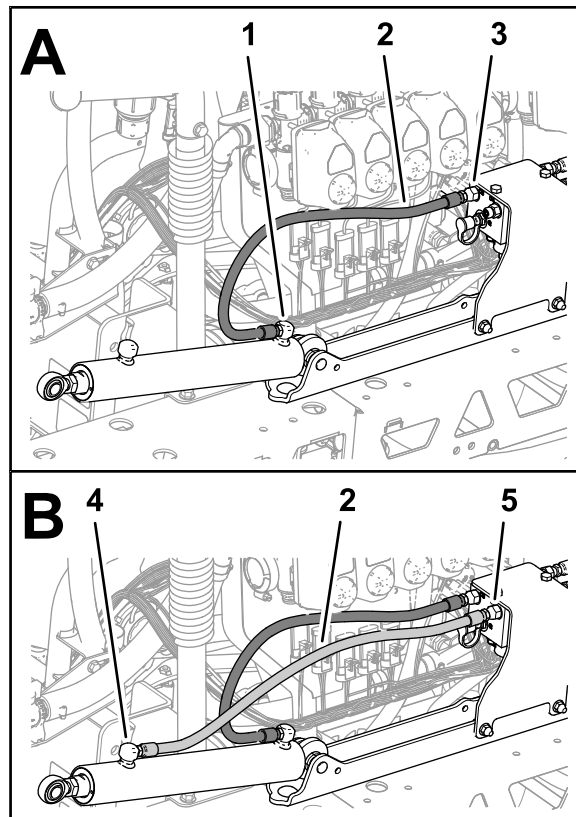
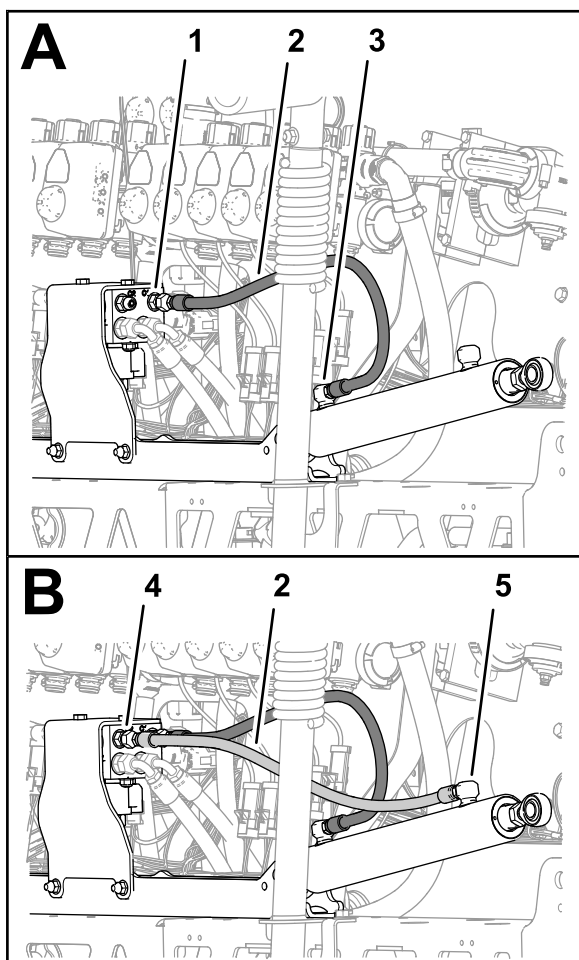

図 116
図 117
1. 左側boom昇降シリンダの延長動作用ポートとboom昇降マニホールドのポート C3 との間に、新しい油圧ホース $1/4 \times 24-3/4$ インチを仮止めする 図 116。
2. 左側boom昇降シリンダの収縮動作用ポートとboom昇降マニホールドのポート C4 との間に、新しい油圧ホース $1/4 \times 24-3/4$ インチを仮止めする 図 116。
3. 右側boom昇降シリンダの延長動作用ポートとboom昇降マニホールドのポート C1 との間に、新しい油圧ホース $1/4 \times 24-3/4$ インチを仮止めする (図 117。
4. 右側ブーム昇降シリンダの収縮動作用ポートとブーム昇降マニホルドのポート C2 との間に、新しい油圧ホース1/4 x 24-3/4 インチを仮止めする 図 117。
5. 昇降シリンダの延長動作用および収縮動作用のポートのホースフィッティング 図 116 と 図 117 を2126N・m2.12.6kg.m = 1519ft-lb にトルク締めする。
6. 昇降マニホルドのホースのスイベルナット 図 116 と 図 117 を2430N・m2.43.0kg.m = 1722 ft-lb にトルク締めする。